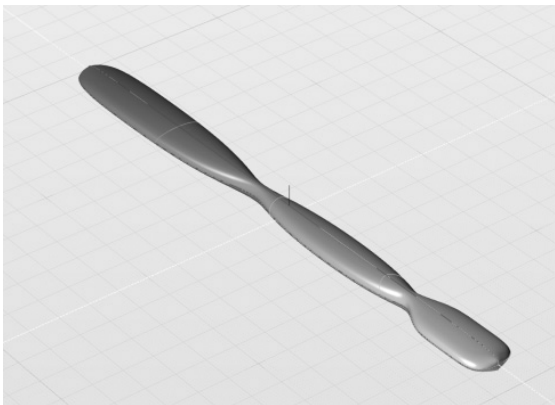

图 4-72 构建封闭蒙皮曲面
3) 在控制面板中, 在“插入”参数下选中“周期性表面”单选按钮, 此时可获得一个封闭蒙皮曲面, 如图 4-72 所示。